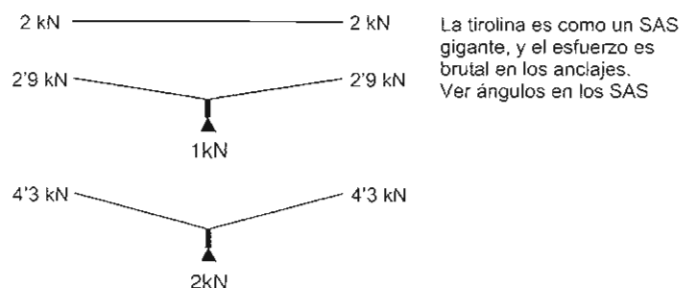

Fig. 141
- Los SAS deben ser a prueba de bombas debido a las tensiones que se generan (fig. 141 y 142).